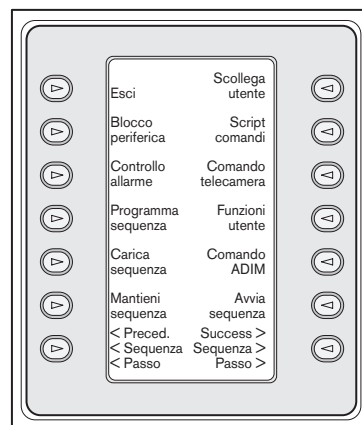

FIGURA 4-2 Programmazione e controllo delle funzioni Allegiant
- Dopo la connessione, il display visualizza il menu di *Controllo principale Allegiant*, come illustrato nella FIGURA 4-2.